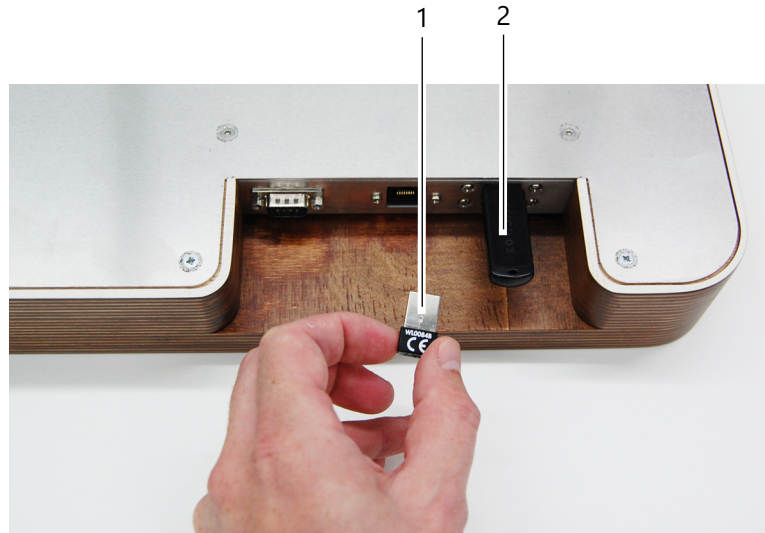

Abb. 11-1: Anschlüsse an der Unterseite des Vissard
- ➔ Ziehen Sie den USB-Stick ab (Abb. 11-1, Seite 52, Pos. 2) und warten Sie mindestens vier Sekunden.
- ➔ Stecken Sie den vor dem Update herausgezogenen Stick ein, Abb. 11-1, Seite 52, Pos. 1.